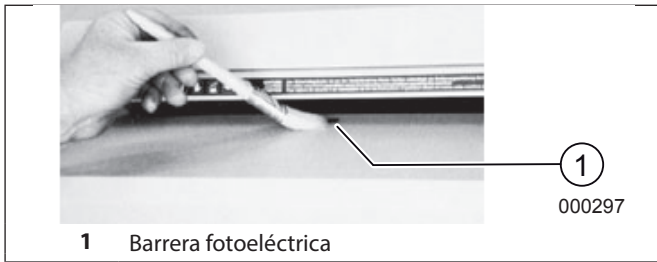

fig. 4 Barrera fotoeléctrica
4.1 Limpieza de las células fotoeléctricas (fig. 4)